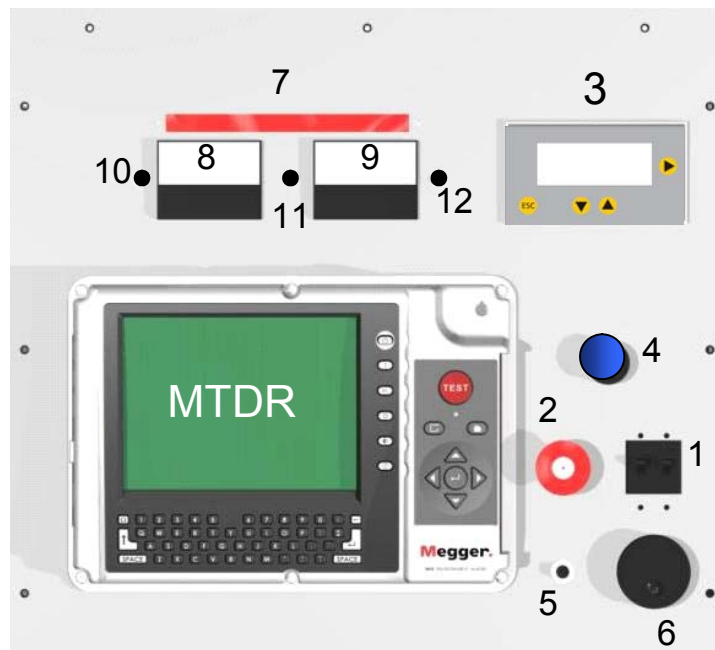

Abbildung 1-1. Kontrolpanel
3.2.10 Anschluss des Netzeingangskabels. Vor der Herstellung dieser Verbindung ist sicher zu stellen, dass die Eingangsstromquelle die in Abschnitt 3.2.2 aufgelisteten Anforderungen und die Spezifikation in Abschnitt 8 erfüllt. Stellen Sie ebenfalls sicher, dass sich der EIN/AUS Schalter (Abb. 1-1, Nr.1) in der AUS-Stellung befindet. Schließen Sie das Netzeingangskabel zuerst an das PFL40A, dann an die Stromquelle an.